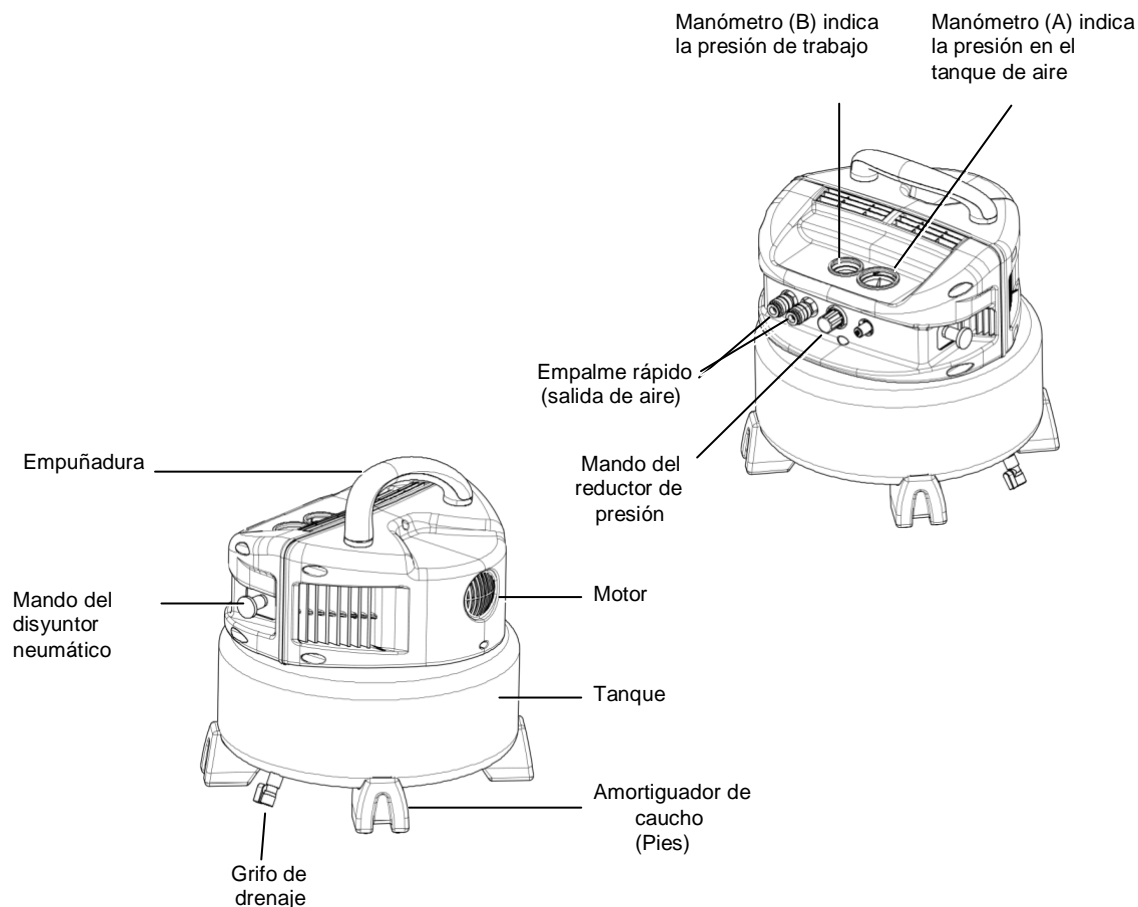
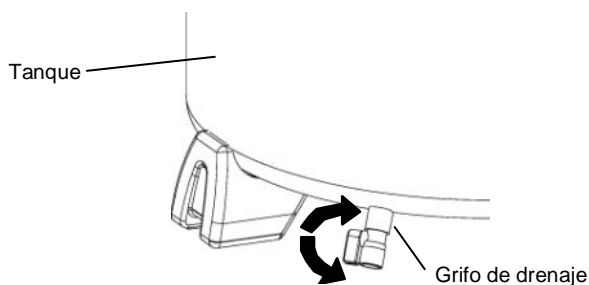

Fig.1
Fig.5
NOTE: Cuando se usa o se guarda el compresor, colocar 4 parachoques de goma debajo del piso de l compresor (Consulte la Fig. 1).
- (1) Gire el mando del disyuntor neumático hasta la posición "OFF" (Consulte la Fig. 1 y la Fig. 2).
- (2) Desconecte el enchufe del tomacorriente.
- (3) Abra el grifo de drenaje situado en la parte inferior del depósito (Fig. 5).
Drene el depósito diariamente, o después de 4 horas de utilización. Abra el grifo de drenaje e incline el compresor para vaciar el agua acumulada (Consulte la Fig. 5).